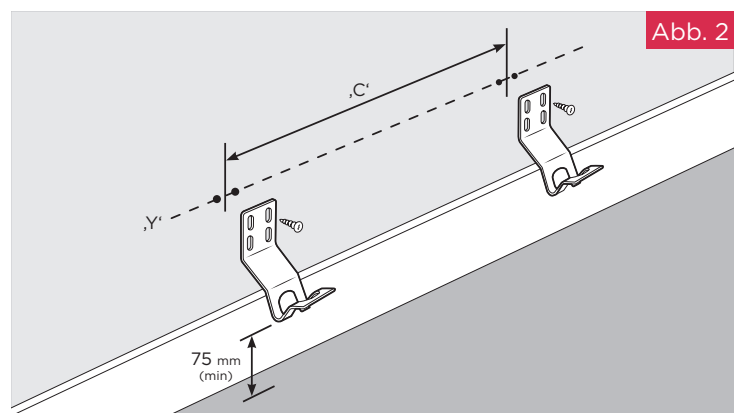

Abb. 2
Wählen Sie einen geeigneten Platz an der Wand, in der Nähe einer Steckdose. Der Heizkörper sollte nicht näher als 75 mm vom Boden (siehe Abb. 2) oder von den angrenzenden Seitenwänden entfernt montiert werden, um die Reinigung zu ermöglichen. Achten Sie auf einen Abstand von mindestens 305 mm zwischen dem Heizkörper und einem überhängenden Regal. Er sollte nicht näher als 1 Meter von der Decke entfernt montiert werden.
HINWEIS – Die Unterseite des Heizkörpers darf nicht weniger als 75 mm vom Boden entfernt sein. Um dies zu erreichen, muss die Oberkante der unteren Halterungen mindestens 160 mm vom Boden entfernt sein – siehe Abb. 2. Markieren Sie auf dieser Linie die Befestigungspunkte je nach Modell – siehe „C“ in der Tabelle in Abb. 1 und Abb. 2
Abb. 2) für die unteren Halterungen in der benötigten Montagehöhe vom Boden. Legen Sie die unteren Halterungen mittig über diese Mittelpunkte, wobei die oberste Lochreihe auf der Linie liegt, und markieren Sie die Positionen der Befestigungslöcher – siehe Abb. 2
SCHRITT 3: Bohren Sie Löcher und bringen Sie Dübel an. Schrauben Sie die unteren Halterungen in Position – Abb. 2.